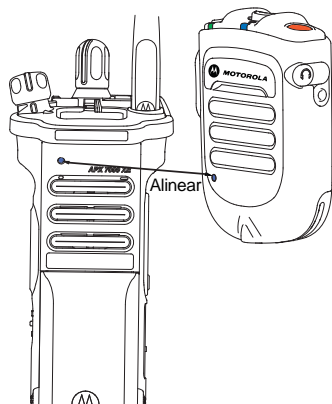

Figura 2.10: Emparejamiento de su WRSM
- 2 Coloque el punto azul (punto de conexión segura) en el WRSM a 2,5 centímetros (una pulgada) de distancia del punto azul (punto de conexión segura) de la radio. Consulte la Figura 2.10.